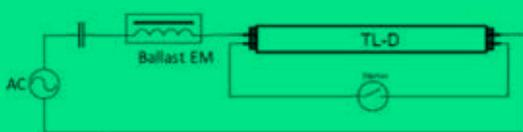

Figure 1
**Attention**, il faut vérifier si le condensateur de l'appareil était auparavant connecté en série avec la phase, comme indiqué sur la figure 1. Le condensateur devra donc être reconnecté dans la nouvelle situation (le cas échéant), car son interruption entraînera la mise hors tension de l'appareil.